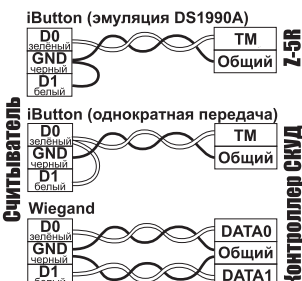

Рис.3 Выбор протокола передачи
- подсоедините провода к считывателю в соответствии с рис.2 и рис.3.;
При внесении в поле действия считывателя брелока происходит чтение идентификационного номера брелока. Далее считанный идентификационный номер передается в контроллер по протоколу iButton (Dallas Touch Memory) или Wiegand-26 (заводские настройки) в зависимости от выбора протокола передачи (см. рис.3). Замыкание жёлтого провода на землю (GND) позволяет управлять красным светодиодом считывателя.